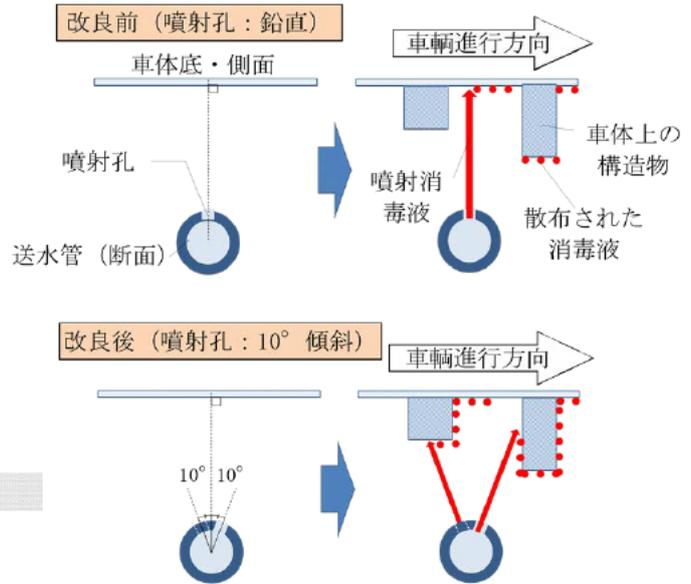

図2 噴射孔の傾斜開口による効果
3. 車体側面および底面構造物への消毒薬接触を促進するため、送水管の噴射孔は車体に向かう鉛直線上から前後へ 10° 傾斜させた線上に開口させる（図 2）。